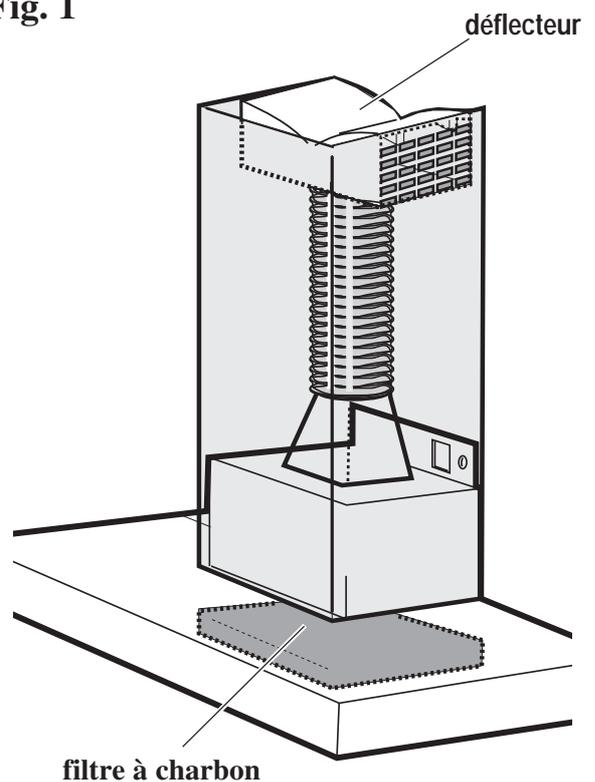

Fig. 2
- L'air est filtré par un filtre à charbon et renvoyé dans la pièce. **Fig 2.**